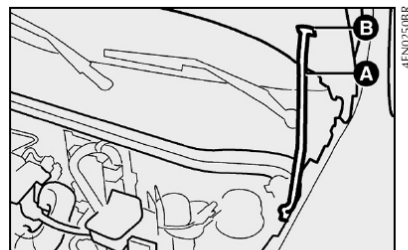

fig. 107
- 1) manter levantado o capô com uma mão e, com a outra, tirar a vareta A-fig. 107 da abertura B e repô-la no seu dispositivo de bloqueio;